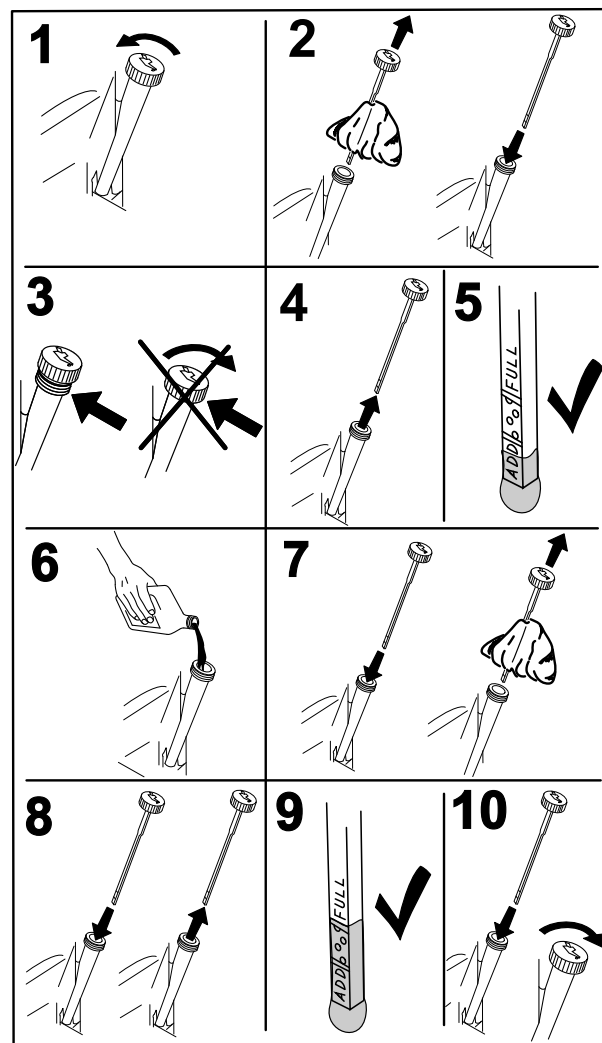

Figura 44
4. Desligue o motor, retire a chave e aguarde até que todas as partes em movimento parem antes de sair da posição de operação (Figura 44).